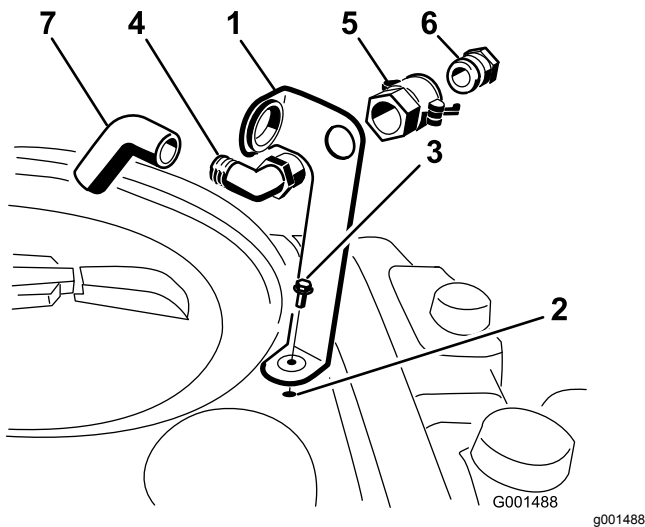

Figura 3
1. Coloque el soporte del dispositivo de llenado sobre el taladro roscado del depósito y fíjelo con una tuerca con arandela prensada (5/16" x 3/4"), según se muestra en Figura 3.
2. Pase el extremo roscado del codo de 90° por el soporte y enrosque sobre el mismo el acoplamiento rápido, fijándolo al soporte (Figura 3).
3. Instale el adaptador de manguera en el acoplamiento rápido (Figura 3).
4. Bloquee el adaptador en su sitio moviendo las palancas hacia el adaptador y luego fíjelas con los pasadores de horquilla (Figura 3).
5. Instale la manguera antisifónica a través de la abertura grande del soporte y en el extremo dentado del codo de 90° (Figura 3).